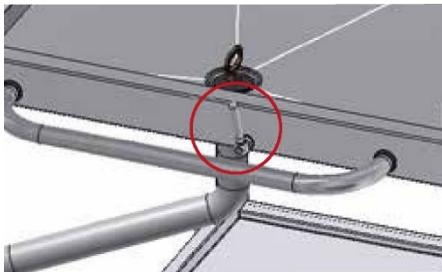

Рис. 18
- транспортная тележка правильно подключена к системе загрузки/выгрузки (Рис.18);